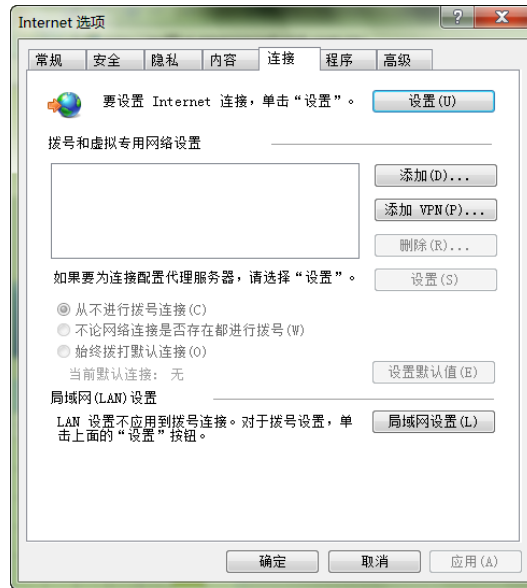
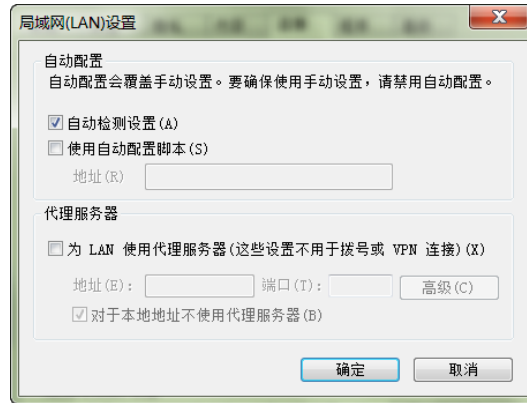

图3-2 选择连接页签
图3-3 局域网设置
1. 双击 IE 图标运行该软件，点击菜单**工具->Internet 选项**，然后选择**连接**页签，弹出如图 3-2 所示页面。
2. 如图 3-2 所示的页面中，点击**局域网设置 (L)**，弹出如图 3-3 所示页面。